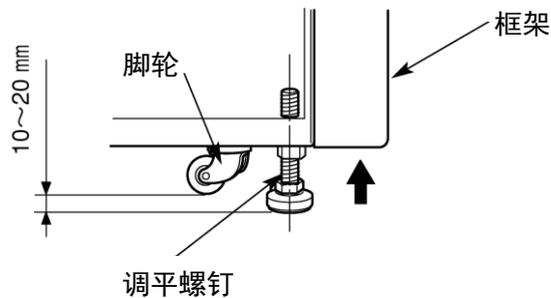

图 6-3 调平操作
- (1) 如图6-3所示，用扳手转动四个调平螺钉将脚轮提高至离地面约10到20mm。
- (2) 打开电源开关并打开室门。然后再次关闭开关。如果电源线尚未连接，按照3-5“发生电力故障时的操作”中的说明，取下前盖然后打开门盖。